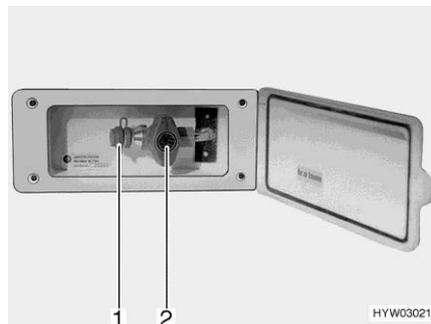

Fig. 89 Raccordement externe de gaz (robinet d'arrêt de gaz fermé)
- Raccorder l'appareil à gaz externe sur le raccord (Fig. 89,1).
- Ouvrir le robinet d'arrêt de gaz (Fig. 89,2).